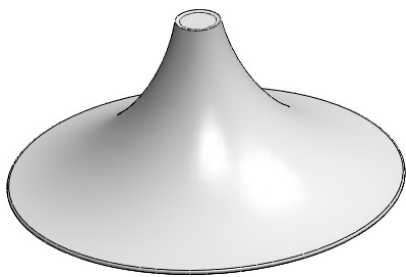

图 4-21 创建平面区域
STEP 3 单击“曲面”工具栏中的“平面区域”按钮, 选择叶轮上部内侧的边界线，创建一平面（也可在此处创建基准面，实际生产的过程中，此处可通过焊接工艺将叶轮与下面要创建的实体焊接起来），如图 4-21 所示。